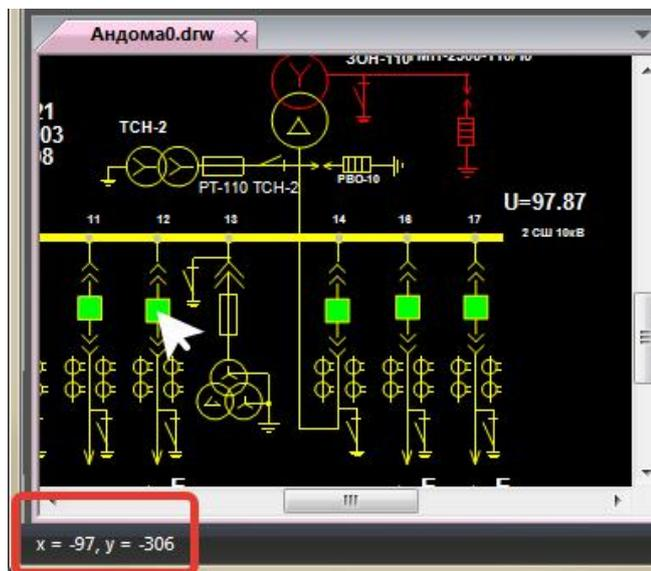

Рисунок 448 – Координаты выбранного элемента на базовой схеме
5. Чтобы определить координаты (x, y) элемента на базовой схеме необходимо выбрать точку на схеме (например, в центре выключателя) и посмотреть координаты выбранной точки в строке состояния в левом нижнем углу окна программы (рисунок 448).